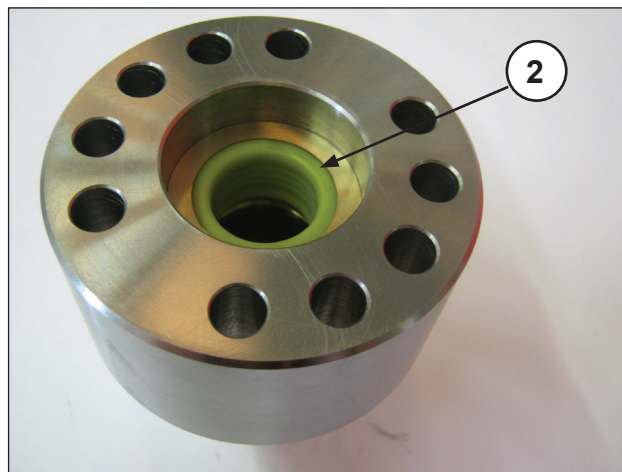
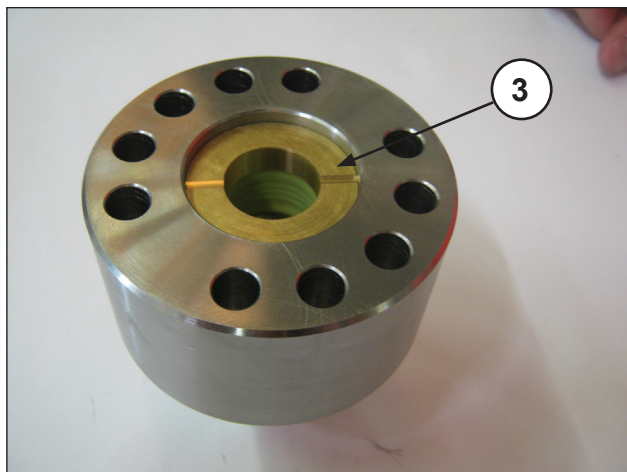
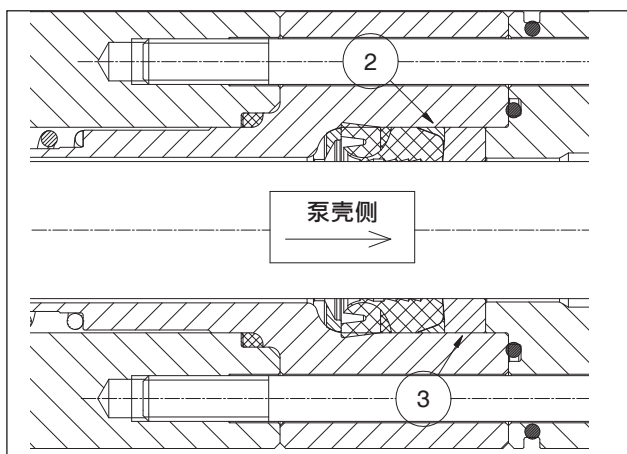

图 136
图 137
图 138
- 插入抗挤压环②和密封圈衬套③，定位如图 136、图 137、图 138所示。
密封圈衬套③插入底座时，排出口必须朝向外部（泵壳侧），如图 138和图 137所示。